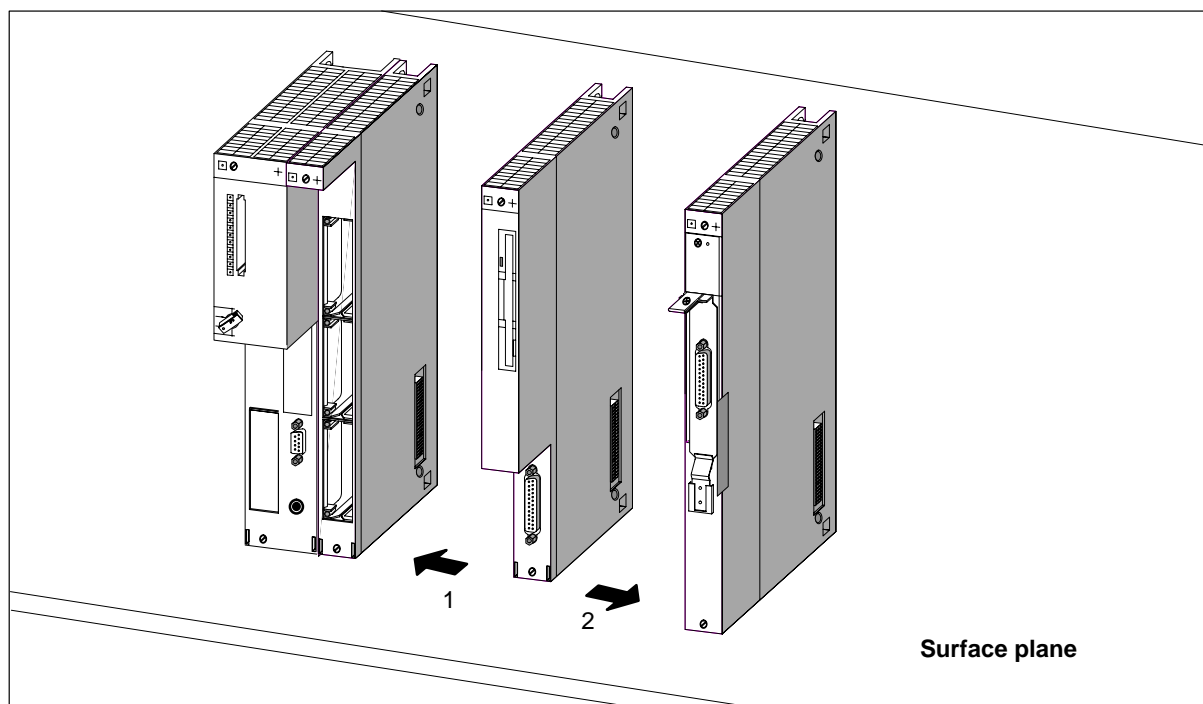

Figure 8-27 Séparation des modules pour remplacer par exemple le module mémoire de masse
11. Séparez avec précaution les modules voisins du module à remplacer. Saisissez-les respectivement au-dessus du connecteur de bus et tirez latéralement pour les éloigner l'un de l'autre, tout en les maintenant parallèles, de façon à déconnecter la liaison bus ISA (voir figure 8-27).